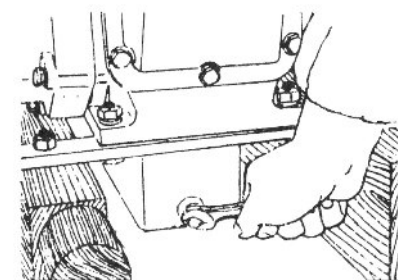

Fig.26- Drenando o óleo lubrificante
- Escoar pelo parafuso de drenagem todo o óleo lubrificante do cárter. Atarraxe o parafuso depois de escoar. Esta operação é recomendada para imediatamente depois da parada do Motor quando a temperatura do óleo está alta permitindo um melhor escoamento. (Fig.26).